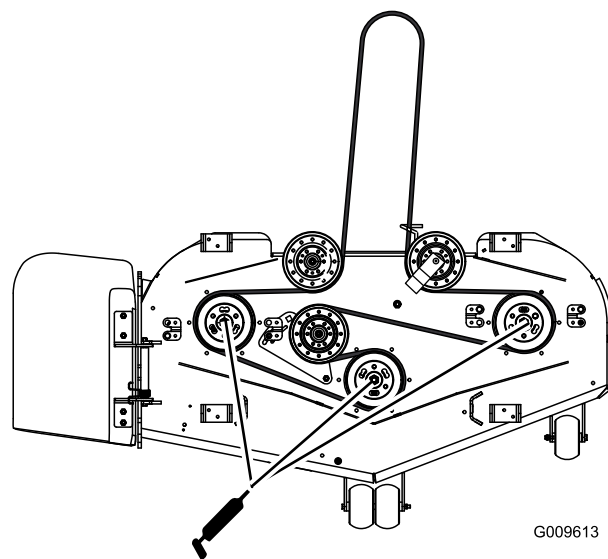

Figure 28
- Lubrifiez les graisseurs des roulements des 3 axes (Figure 28).
- Graissez le pivot de la poulie de tension (Figure 28).